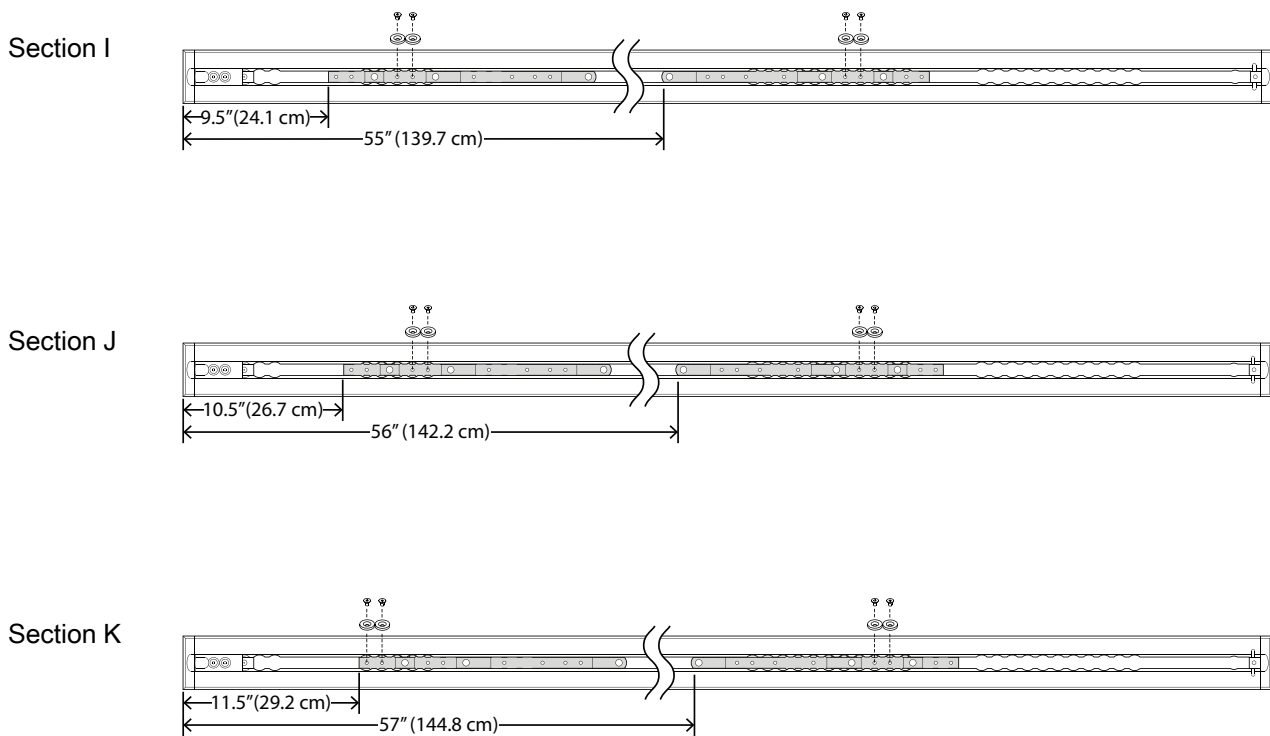

**Figure 8 – Emplacement d'installation du crampon**
1. Insérer le premier crampon (A) et faire glisser vers le côté pieds (Figure 8).
2. Insérer le deuxième crampon (B).